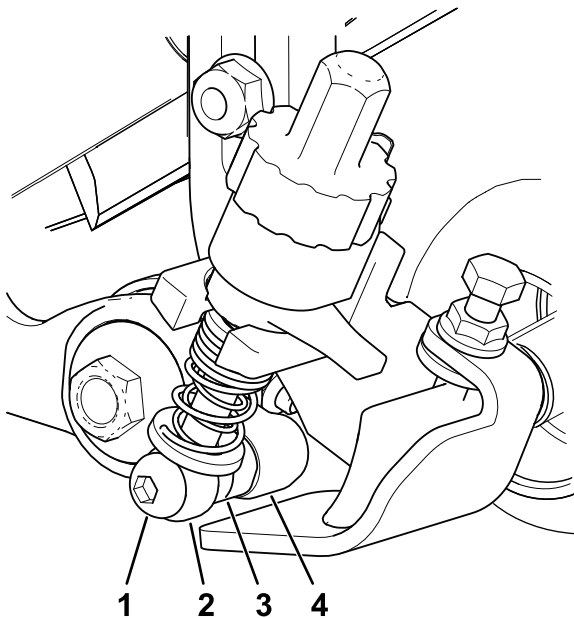

图 12
6. 在固定滚刀的同时上紧驱动箱轴六角头的扭矩至 135150N·m 请参阅图 12。
4. 在怠轮总成侧将剪草高度支架的调整臂杆与怠轮总成的调节环对齐并使用轴肩螺栓固定如图 12所示上紧轴肩螺栓扭矩至 2026N·m。